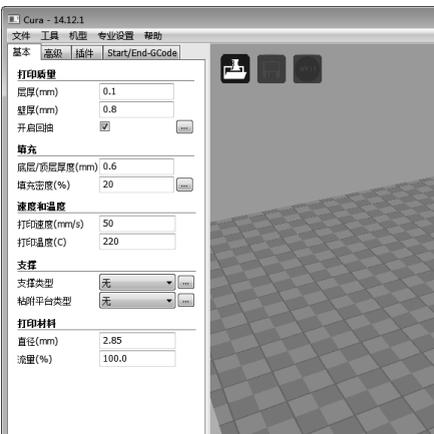

图 3-82 Cura 工作界面
(4) 在新打开的界面中单击 Finish 按钮,即可进入 Cura 的工作界面,如图 3-82 所示。打印机的各项参数已经按选择的机型进行了设置。
通过图 3-82 我们可知，Cura 软件的工作界面主要由 4 个选项卡组成：“基本”“高级”“插件”和 Start/End G-code。而其中与打印有关的参数设置一般在“基本”和“高级”两个选项卡中，因此这两个选项卡也是各位创业者学习的重点。